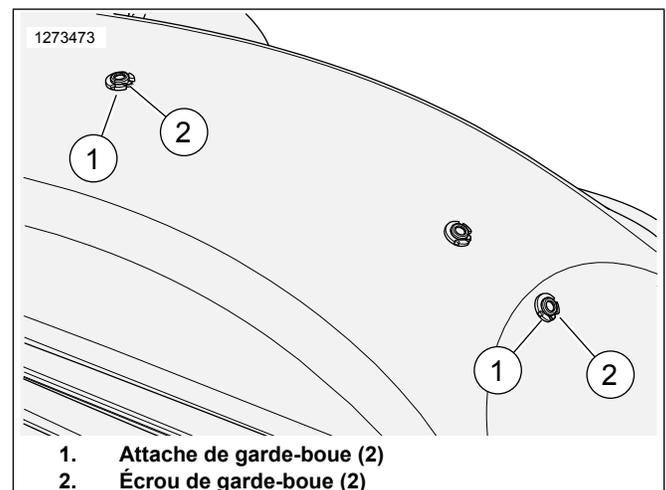

Figure 1. Attache et écrou de garde-boue
1. Voir Figure 1. Poser l'ensemble d'écrou de selle de garde-boue.
- a. **Sous le garde-boue** : aligner et poser l'écrou (2) dans la découpe.
- b. **Sur le dessus du garde-boue** : poser l'attache (1) sur l'écrou (2).